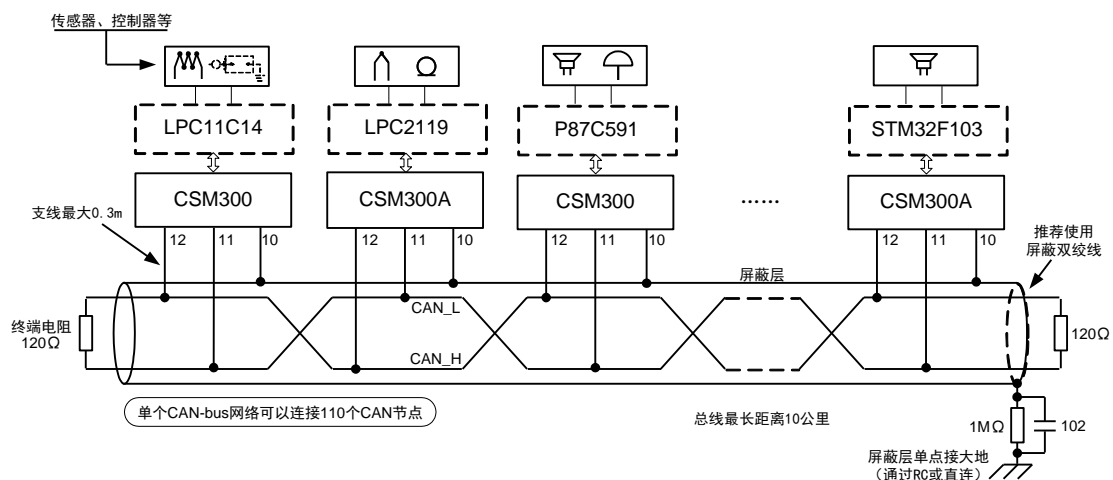

图 2.9 推荐组网示意图
CAN 总线一般使用直线型布线方式，总线节点数可达 110 个。布线推荐使用屏蔽双绞线，CANH、CANL 与双绞线线芯连接，CGND 与屏蔽层连接，最后屏蔽层单点接地。无论总线长短，总线两端都需要连接终端电阻，电阻大小可根据实际布线进行调整，一般推荐值为 120 Ω 。得益于 CSM300(A) 的最低波特率 5kbps，总线的最长通信距离可达 10km。图 2.9 给出了推荐组网示意图。